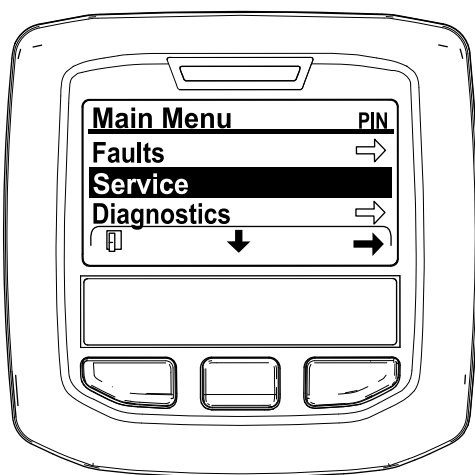

Figure 30
2. Naviguez jusqu'au MENU PRINCIPAL, appuyez sur le bouton central pour défiler jusqu'au menu ENTRETIEN et appuyez sur le bouton de droite pour sélectionner l'option ENTRETIEN (Figure 30).